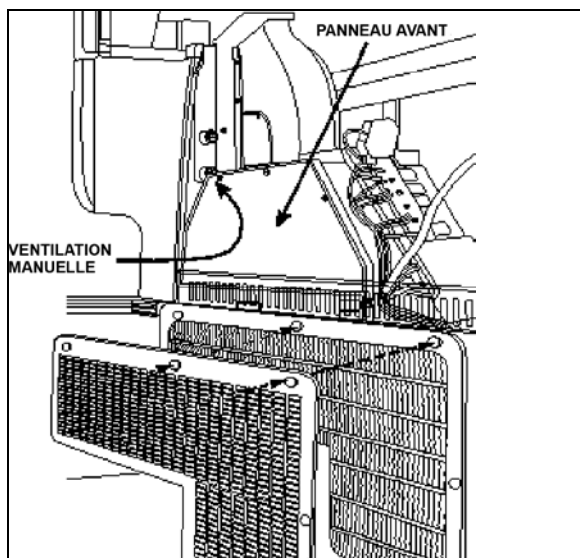
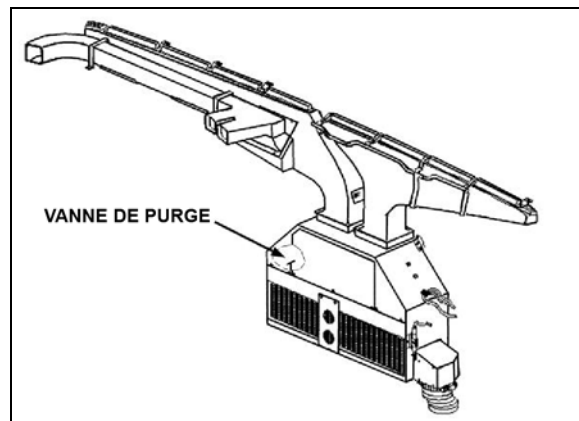
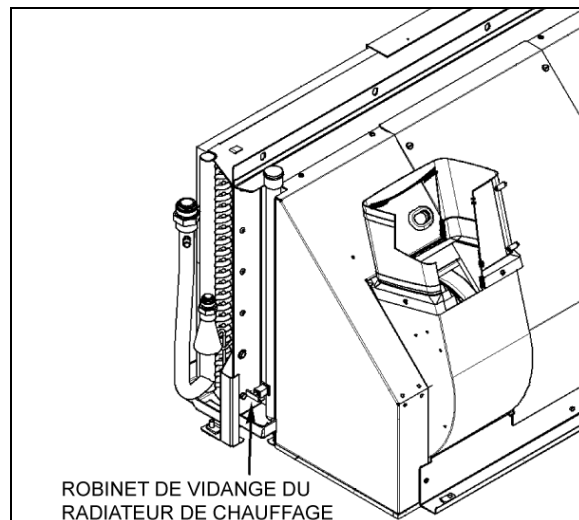

FIGURE 73 : UNITÉ DE CVC/DE DÉGIVRAGE DU CONDUCTEUR
FIGURE 74: CIRCULATION DE L'AIR DE L'UNITÉ DE CONDUCTEUR
FIGURE 79: EMBLACEMENT DU ROBINET DE VIDANGE DU RADIATEUR DE CHAUFFAGE
L'air neuf entre par l'arrière des phares de droite (séries H3) ou par la boîte de répartition d'air sous le compartiment de service avant (séries X3) et pénètre dans la boîte de mélange par l'intermédiaire d'un clapet qui peut s'ouvrir et se fermer. Le retour d'air entre par la console de droite dans la boîte de mélange. (Figure 74) Le mélange d'air passe par les serpentins de refroidissement et de chauffage, par les ventilateurs et par les tuyaux d'évacuation.
4. Depuis l'intérieur du véhicule, démonter les deux panneaux de finition à l'avant de l'unité. Enlever les trois vis qui fixent le panneau avant de l'unité. Ouvrir le robinet de vidange situé à l'avant de l'unité du conducteur. (Figure 74). Pour un drainage plus efficace, ouvrir l'évent manuel situé du côté conducteur de l'unité de CVC, s'il y en a un (FIGURE 73).
4. Ouvrir le robinet de vidange en bas du radiateur de chauffage (Figure 79). Il est possible de détacher un raccord de flexible en haut du radiateur de chauffage afin de laisser l'air entrer pendant la vidange. Le robinet de vidange principal du radiateur de chauffage se trouve dans le compartiment de l'évaporateur. Pour accéder à la soupape sur les véhicules de série X, ouvrir la porte du compartiment à bagages situé en face du compartiment de l'évaporateur (côté gauche). Ouvrir le panneau d'accès au compartiment de l'évaporateur.
Il est nécessaire de purger l'air du système de chauffage lorsque le système de chauffage a été vidangé et rempli ou après un manque de liquide et un ajout. Repérer le robinet de purge illustré à la Figure 74 et à la Figure 79, l'ouvrir et le maintenir ouvert jusqu'à ce qu'il n'y ait plus d'air qui sorte des tuyaux. Pour un drainage plus efficace, ouvrir l'évent manuel situé du côté conducteur de l'unité de CVC, s'il y en a un (FIGURE 73).